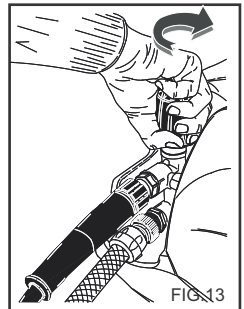

FIG.13
O dispositivo regulador de pressão, fig. 13, permite regular a pressão de trabalho. Rodando o manípulo C no sentido inverso ao dos ponteiros do relógio (B) (mínimo) obtém-se uma redução da pressão de funcionamento.